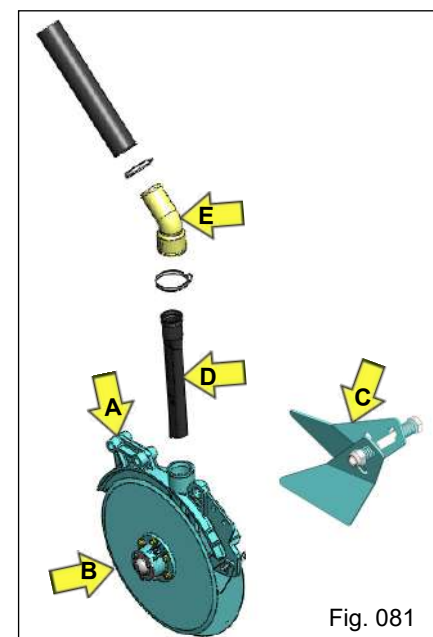

Fig. 081
b) Composto por um suporte dos discos com furos posicionados um à frente do outro "A" (Fig. 081), permitindo que os conjuntos dos discos planos lisos sejam montados desencontrados entre si.